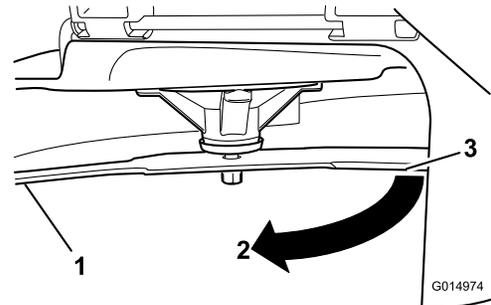

Figura 57
4. Gire la misma cuchilla 180 grados de manera que el otro extremo esté en la misma posición (Figura 57).